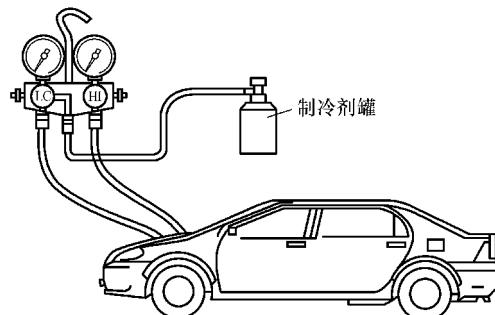

图 7-26 从低压端充注制冷剂
- 1) 如图 7-26 所示，将歧管压力表分别与压缩机和制冷剂罐相连接好。